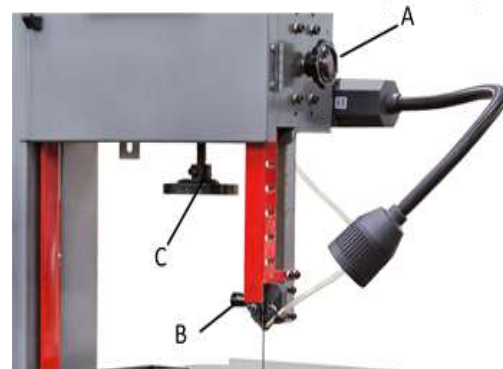

Рис. 7.
1. Поднимите верхнюю направляющую пильного полотна, ослабив ручку фиксации (A, Рис. 7) и установив рукоятку (B, Рис. 7) в крайнее верхнее положение.
3. Чтобы увеличить натяжение полотна, поворачивайте маховик (C, Рис. 7) по часовой стрелке. Чтобы ослабить натяжение полотна, поворачивайте маховик против часовой стрелки.